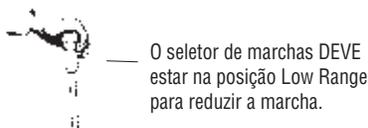

Figura 2-2.
6. Certifique-se de que o seletor de marchas esteja para baixo na posição de redução (Figura 2-2).